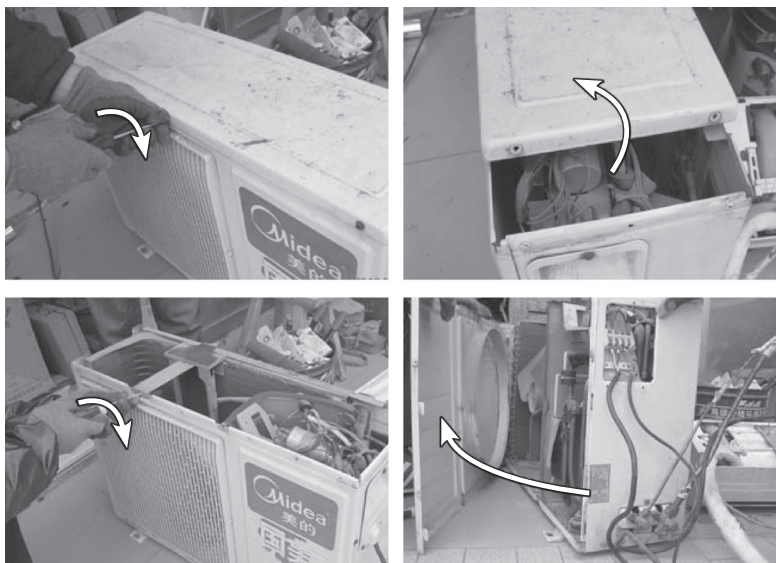

图 5-4 拆开室外机外壳
3) 拆开室外机机壳检查，如图 5-4 所示，压缩机已经在运行，测量运行电流为 4.1A，如图 5-5 所示。